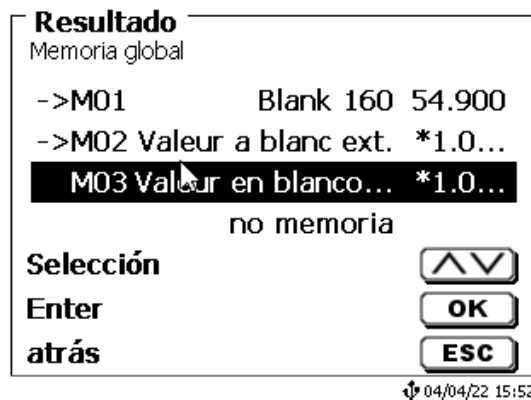

Fig. 57
**Ejemplo:** El valor del blanco de una titulación de cloruro se define con ayuda de un método extra. El resultado en ml se escribe automáticamente en la memoria general M01 con el nombre «blanco» (Fig. 57). El valor del blanco se resta del consumo del título en el método de consumo de cloruro.